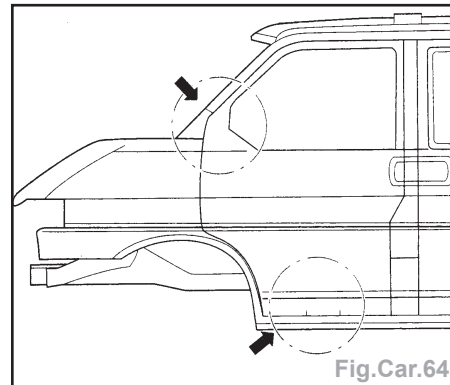

Fig.Car.64
- Zones remplies de mousse (flèches) (Fig.Car.64)